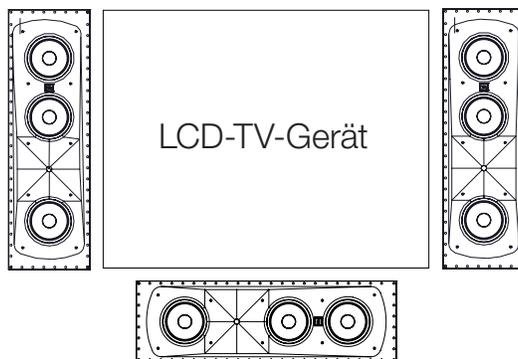

Abbildung 5
Falls eine nicht-perforierte Projektionsleinwand, d.h. ein LCD/Plasma/OLED-Display verwendet wird, sollte der SLC-2 direkt unter oder über und so nah wie möglich am Video-Display in horizontaler Ausrichtung montiert werden (Abbildung 5).
**HINWEIS:** Es ist äußerst wichtig, den mittleren, den linken und den rechten Lautsprecher möglichst alle auf derselben Höhe zu montieren. Der Trichter des Mittelkanal-Lautsprechers darf nicht mehr als 60 cm über oder unter den Trichtern der linken und rechten Lautsprecher liegen. Dies bewahrt die genaue Standorttreue der „Ton-Panning-Bereichs“, in dem der Ton sich von links zur Mitte nach rechts zu bewegen scheint. Falls der Videoinhalt sich auch scheinbar nach oben und unten bewegt, kann dies die Illusion lebensechter Panning- bzw. Schwenkeffekte zerstören. Zur Abmilderung des Höhenunterschieds zwischen dem Mittel-Lautsprecher sollten die linken und rechten Lautsprecher leicht abgesenkt werden. Sie können die linken und rechten SLC-2-Lautsprecher auch um 180 Grad (kopfüber) drehen, um eine bessere Übereinstimmung der akustischen Höhe über alle Lautsprecher hinweg zu erreichen (Abbildung 5).